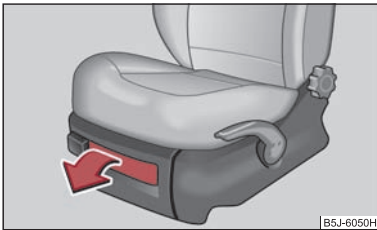

Abb. 84 Vordersitz: Ablagefach
- Zum Öffnen der Klappe Verschluss ankippen und Klappe aufziehen ⇒ Abb. 84.